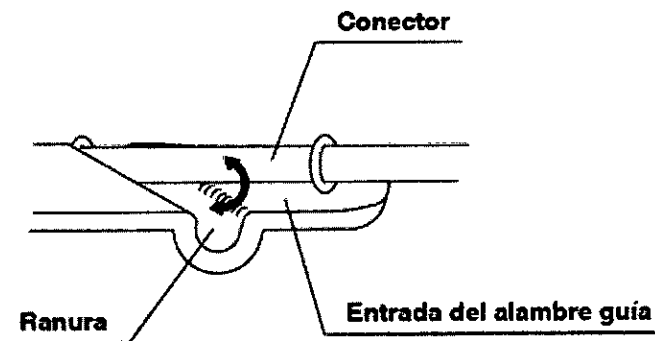

Figura 5
3. Asegúrese de que el conector se puede retirar y volver a colocar en la ranura de la entrada del alambre guía con facilidad (véase la Figura 5).